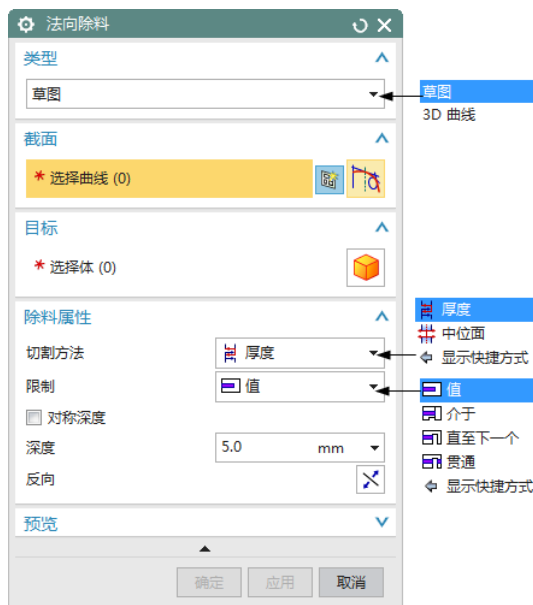

图 5-1 “法向除料”对话框
选择“菜单(M)”→“插入(S)”→“切割(T)”→“法向除料(N)”，或者单击“主页”选项卡“特征”面组上的“法向除料”按钮，打开如图 5-1 所示的“法向除料”对话框。
(1) 选择曲线：用来指定使用已有的轮廓线来创建法向除料特征，在图 5-1 “法向除料”对话框中为默认选项，即默认选中按钮。
(2) 绘制草图：在图 5-1 “法向除料”对话框中单击图标，可以在零件表面所在平面上绘制轮廓线草图来创建法向除料特征。